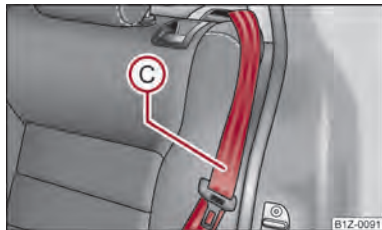

Fig. 48 Verrouiller le dossier
- Mettez la ceinture de sécurité latérale AR ① ⇒ fig. 48 derrière le bord de l'habillage latéral.